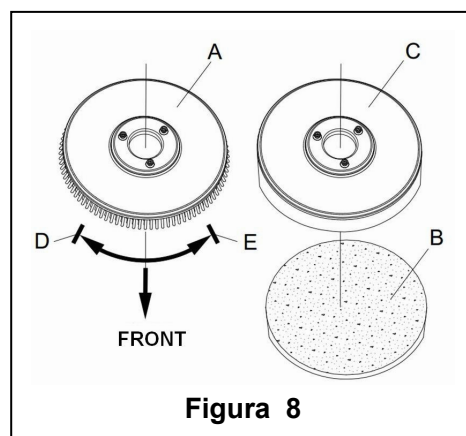

Figura 8
În funcție de tipul de pardosea care trebuie curățată, pe mașină se poate monta o perie (Figura 8, A) sau o bucată de material (Figura 8, B și C).
1. (Se aplică doar la tipurile **AS430B** și **AS510B**): verificați dacă conectorul (41) este pe poziția (**O**) deconectare.
2. Apăsați mânerul-bară (2) pentru a se ridica corpul rezervorului (26).
3. Puneți peria (A) sau suportul de material (B – C) în locaș.
4. Utilizați mânerul-bară (2) pentru a coborî corpul rezervorului (26) și a veni în contact cu peria sau suportul de material de curățare.
5. Pentru instalarea automată a periei / suportului de material, puneți comutatorul de alimentare cu electricitate (41) pe poziția "I" și apăsați butonul de siguranță (1). Împingeți ușor mașina înainte pentru a permite roții de la baza rezervorului să se alinieze cu peria sau cu suportul de material care în acest fel vor fi montate. Apoi degajați comutatorul de siguranță. Dacă e necesar, repetați procedura până când peria/ suportul pentru bucata de material este instalată.
6. Dacă pasul 5 de mai sus se dovedește a fi greu de realizat, utilizați metoda manuală urmărind săgeata (D) ce indică sensul pentru montarea periei / suportului de material (după cum se arată în Figura 8).
7. Pentru demontarea automată a periei /suportului de material, puneți comutatorul (41) alimentării cu curent pe poziția "O". Țineți cu mâna mânerul-bară și apăsați mașina în jos până când roata de ghidaj atinge podeaua iar peria/ suportul de material e suspendată în aer. Puneți comutatorul de alimentare (41) pe poziția "I" și apăsați butonul de siguranță pentru a permite periei sau suportului de material să se rotească până ce cad pe podea.
8. Dacă pasul 7 de mai sus se dovedește a fi greu de realizat, folosiți metoda manuală, rotind peria /suportul de material în direcția opusă funcționării normale și în felul acesta se poate scoate. (așa cum se arată în **Figura 8**)